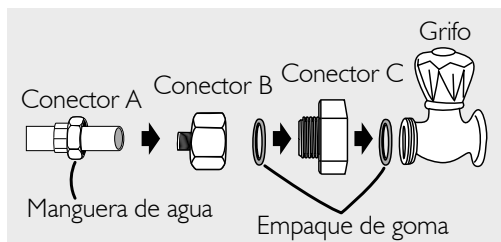

Figura 30
- Una el conector C al grifo del agua y a continuación una el conector B al C con una llave inglesa o de tuercas. (Figura 30)